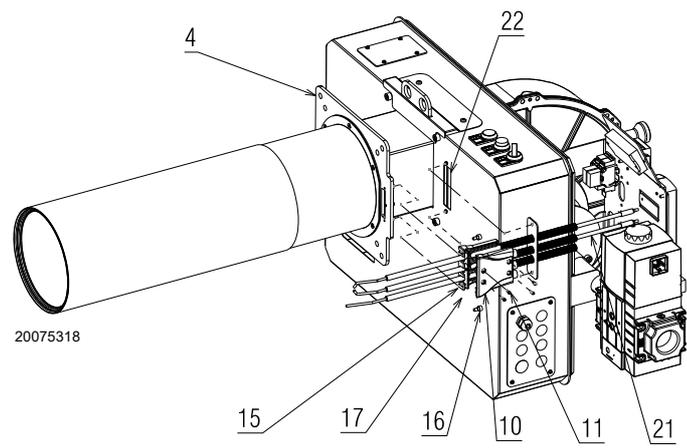
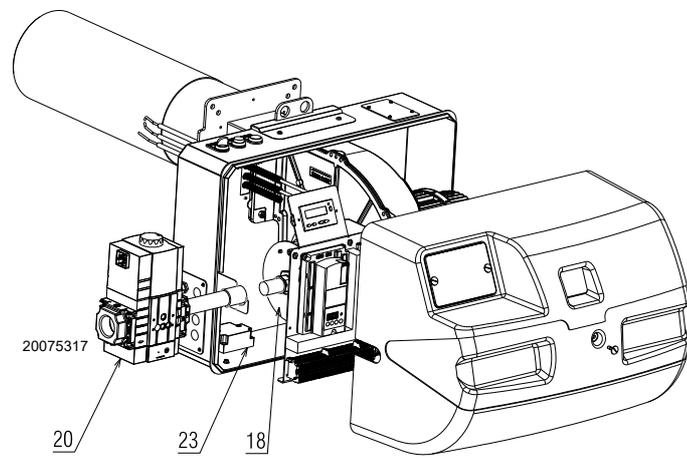

Abb. 18
Abb. 19
Die Brenner werden mit bereits montiertem Flammkopf geliefert. Für die Installation der Elektroden gehen Sie wie folgt vor (Abb. 18) - (Abb. 19):
- Befestigen Sie den Flansch 4) (Abb. 18) an der Platte des Heizkessels und schrauben Sie die Muttern 4) ein. Achten Sie während dieses Vorgangs darauf, nicht die Elektrodengruppe zu verändern.